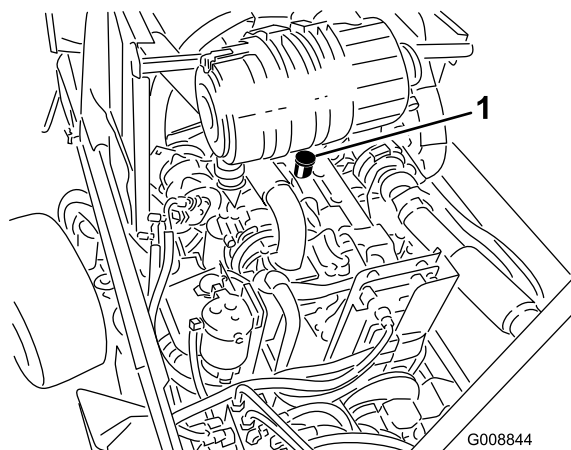

Bild 62
3. Wenn der Ölstand unter der Niedrig-Marke liegt, nehmen Sie den Fülldeckel ab (Bild 62) und gießen Sie genug Öl ein, um den Ölstand bis zur Voll-Marke anzuheben. **Nicht überfüllen.**